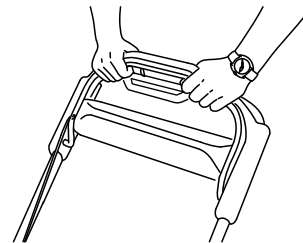

Figura 23
3. Mantenha a barra de controlo da lâmina encostada à pega (Figura 23).